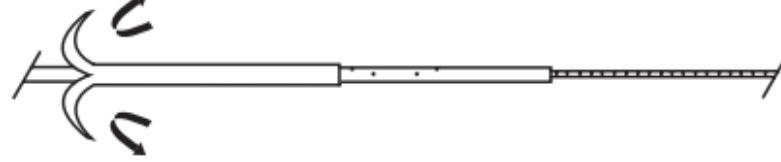

Fig. 3
- c) Træk udretteren tilbage efter den indledende fremføring af katetret over kateterlederen, og træk den væk, så katetret kan føres fremad. (Fig. 3)